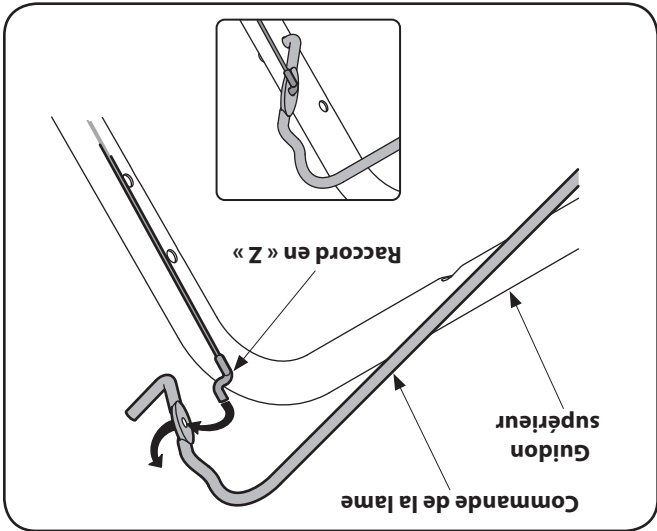

Figure 3-6
- 1. Pour faciliter l'installation du raccord en Z, détachez temporairement la partie gauche de la poignée de la commande de la lame, comme à la Figure 3-6.
- 2. Accrochez l'extrémité en «Z» du câble de frein dans le trou de la poignée de commande de la lame, de l'intérieur vers l'extérieur, voir la Figure 3-6.